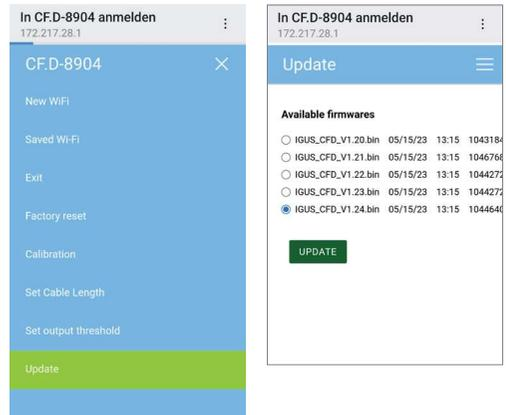

Abbildung 9: Firmware Versions
- Klicken sie auf die Schaltfläche „Update“ und wählen Sie die neueste Firmwareversion aus (siehe *Abbildung 9*).